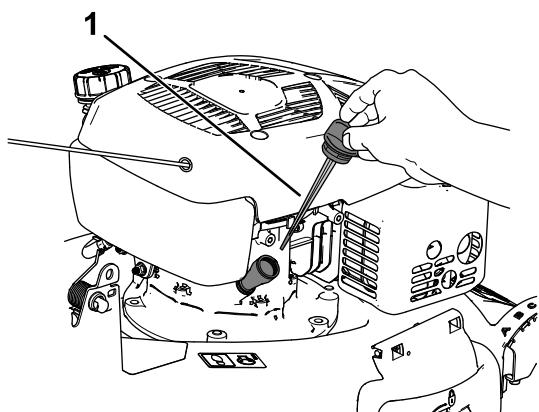

図 32
- キャップを左に回してディップスティックを抜き取る図 32。
- エアフィルタが下になるように機体を横に傾けて、エンジンオイル補給口からエンジンオイルを抜く図 32。